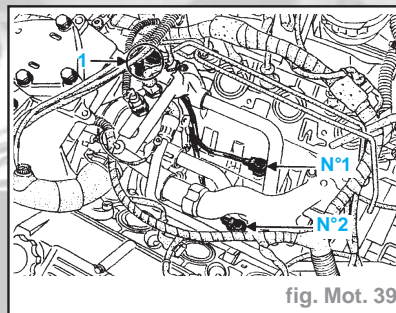

fig. Mot. 39
- Les capteurs de cliquetis sont fixés sur les culasses dans le fond du "V" que forment les deux bancs de cylindres (fig. Mot. 39).